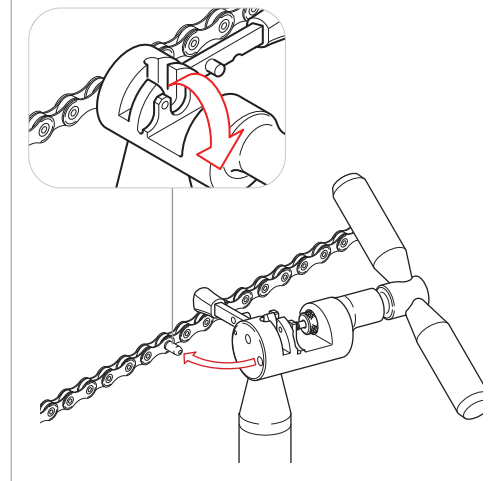

Fig.16
- Introducir la parte de guía saliente en el orificio correspondiente en la base de la herramienta y romperla con una flexión (Fig. 16).